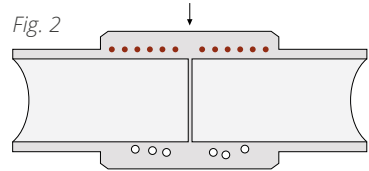

Fig. 3
- Smeltet material inn i røret (se fig. 3)